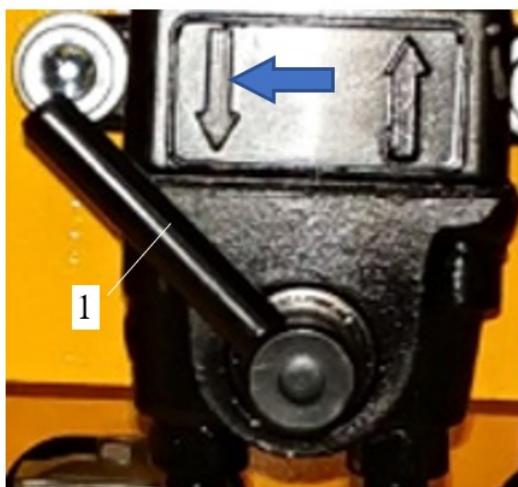

Рисунок 3.139. Рычаг ручного насоса в положении «опускания»
- При опущенной кабине перевести рычаг ручного насоса 1 в положение «опускания» (показано стрелкой, рис. 3.139);
- Выйти из кабины, переключить ручной насос подъёма кабины в положение опускания (стрелка вниз, см. рис. 3.139);